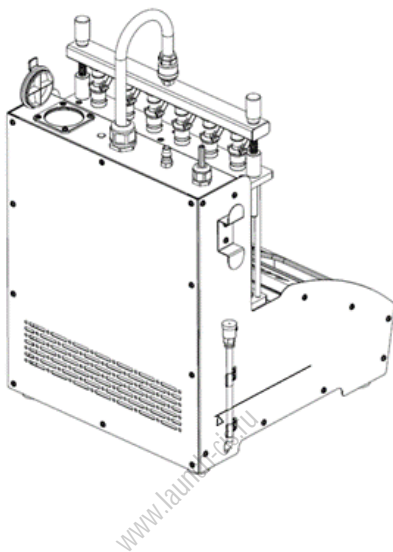

Рис. 4.1
- 2) Проверьте уровень тестовой жидкости и при необходимости произведите дозаправку. Для этого откройте крышку заливной горловины и залейте 2000 мл тестовой жидкости (внимательно следите за уровнем жидкости, чтобы исключить ее перелив), как показано на рис.4.1.
① **Тестовая жидкость используется для проверки баланса производительности и факела распыла, испытания на утечку, проверки расхода впрыска и автоматической проверки. Для ультразвуковой очистки используется специальная очищающая жидкость. Обе жидкости не входят в комплект поставки аппарата и приобретаются отдельно.**